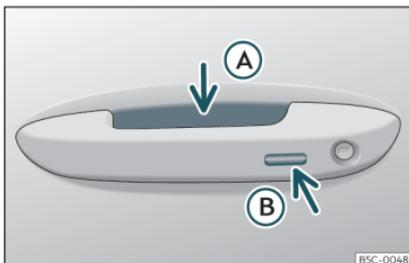

Fig. 73 Poignée de porte : surfaces sensibles.
»» fig. 73
- Saisissez la poignée de l'une des portes avant. Lorsque vous touchez la surface sensible»» **fig. 73 A** (flèche) de la poignée de porte, le véhicule se déverrouille.
- Appuyez *une fois* sur la surface sensible de verrouillage»» **fig. 73 B** (flèche) de la poignée de porte de l'une des portes avant. La porte correspondante devra être fermée.
- Appuyez *une fois* sur la surface sensible »» **fig. 73 B** (flèche) de la poignée de porte de l'une des portes avant. Le véhicule se verrouille avec le dispositif de sécurité Safe « Safe »»» page 105. La porte correspondante devra être fermée.
- Appuyez *deux fois* sur la surface sensible »» **fig. 73 B** (flèche) de la poignée de l'une des portes avant pour verrouiller le véhicule non équipé du système de sécurité « Safe » »» page 105.
- Appuyez sur le bouton de verrouillage  de la radiocommande puis, dans les 5 secondes, touchez une fois la surface sensible de verrouillage de la poignée de la portière du conducteur»» fig. 73 . Ne saisissez pas la poignée de la portière sinon le véhicule ne se verrouillera pas. Il est également possible de procéder à la désactivation si le véhicule est verrouillé via la serrure de la porte du conducteur.
Pour **fermer à l'aide de la fonction confort** toutes les vitres électriques et le toit ouvrant, maintenez appuyé quelques secondes un doigt sur la surface sensible de verrouillage »» fig. 73  (flèche) de la poignée de porte jusqu'à ce que les vitres et le toit se ferment.
Les surfaces sensibles des poignées de porte risquent d'être activées si elles reçoivent un jet d'eau ou de vapeur à haute pression si l'une de clés valides du véhicule se trouve dans la zone de proximité. Si au moins une glace à commande électrique est ouverte et que la surface sensible» fig. 73 (flèche) d'une des poignées est activée de manière permanente, toutes les glaces seront fermées.
- **OU** : touchez *deux fois* la surface sensible située sur la partie extérieure de la poignée de la portière»» **fig. 73** .